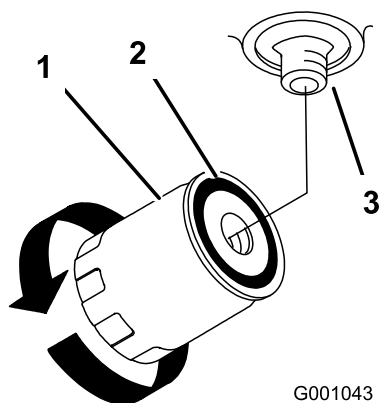

Рисунок 53
4. Найдите фильтр под основанием двигателя и установите сливной поддон под фильтром (Рисунок 53).
5. Снимите старый фильтр и начисто протрите поверхность прокладки переходника фильтра (Рисунок 53).
9. Когда гидравлический фильтр будет заполнен, поверните масляный фильтр по часовой стрелке до контакта резиновой прокладки с переходником фильтра, после этого затяните фильтр, повернув его еще на пол-оборота (Рисунок 53).